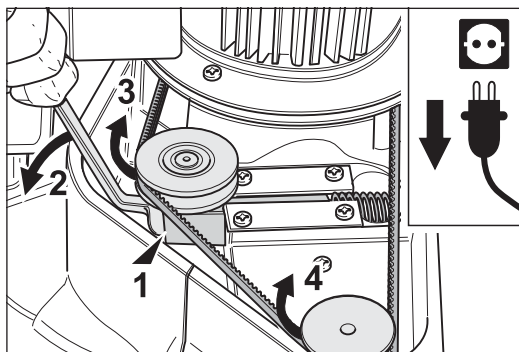

Fig. 47 Para aliviar la correa trapezoidal ponga la llave poligonal por debajo del rodillo tensor y desplace el tensor de la correa.
- 11 Destense la correa trapezoidal desplazando cuidadosamente el tensor de ésta, usando una llave poligonal acodada. La correa trapezoidal puede quitarse ahora de las poleas en el ventilador y del tensor de la correa (Fig. 47).